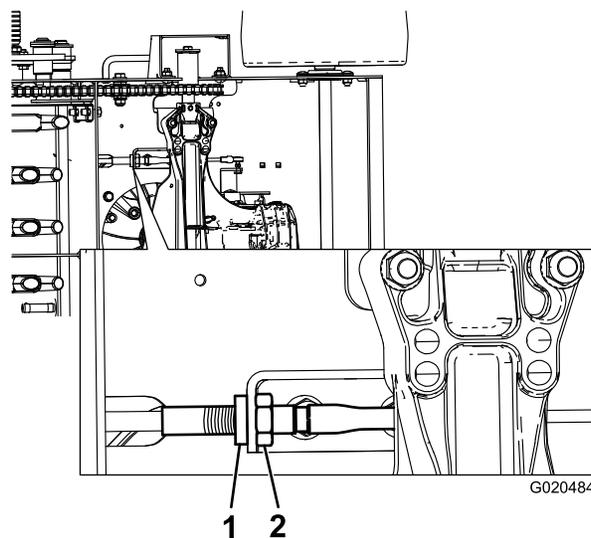

Figure 30
2. Réglez le câble de transmission aux roues au niveau de l'ancrage inférieur en dévissant l'écrou jusqu'au bout du filetage et en serrant l'écrou de blocage (**Figure 30**).